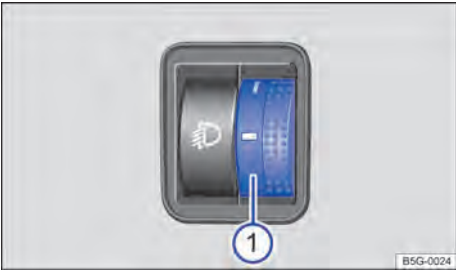

Fig. 94 Ao lado do volante: regulador da regulagem de alcance do farol 1.
Dependendo da versão, o alcance do farol pode ser regulado com o regulador → Fig. 94 ou no sistema Infotainment, no menu (Configurações do veículo) → Página 35.
- Girar o regulador Fig. 94 1 ou o regulador correção no sistema Infotainment até a posição necessária (exemplo de estado de carga do veículo):